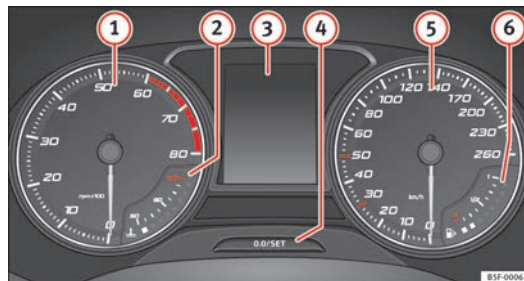

Fig. 38 Tableau de bord, dans la planche de bord.
Explications concernant les cadrams ⇒ fig. 38 :
Lors de la mise du contact d'allumage, l'écran du tableau de bord ⇒ fig. 38 ③ affiche diverses informations en fonction de l'équipement du véhicule :
- Appuyez brièvement sur le bouton ➔ fig. 38  pour remettre le compteur kilométrique journalier à 0.
Maintenez enfoncé le bouton $\Rightarrow$ fig. 38  pendant plus de 15 secondes pour afficher les lettres-repères du moteur (MKB) du véhicule. Pour cela, le contact d'allumage doit être mis et le moteur coupé.
L'indication des périodicités d'entretien s'affiche sur l'écran du tableau de bord ⇒ fig. 38 ④.